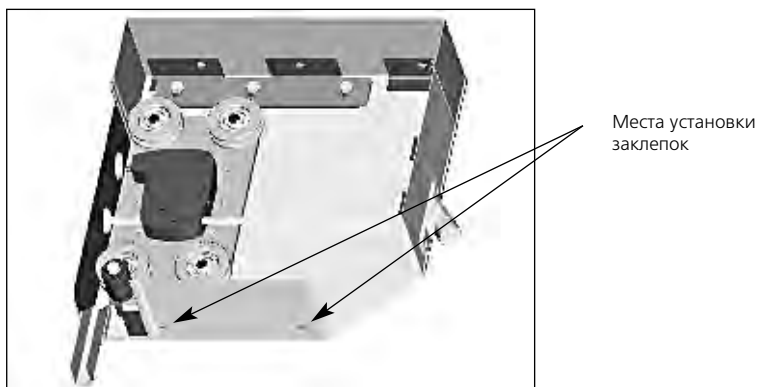

Рис.5.4
- установить крышку короба, закрепить заклепками (рис.5.4);